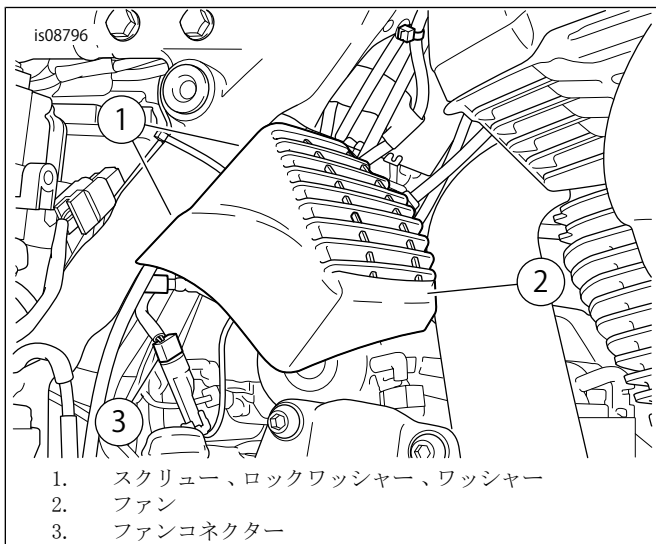

図2。ファンの配置
2. 図2を参照してください。。ファンアセンブリーを配置します。バッテリートレイの部分からスクリュー(1)、ロックワッシャー(2)、フラットワッシャー(3)を取り付けていきます。次のトルク値で締め付けます: